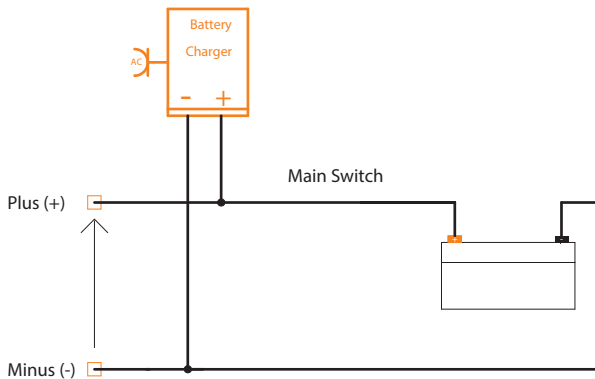

Abbildung 5. Anschluss eines Ladegerätes an die Batterie.
5. Schließen Sie das Ladegerät an die Li-Ionen-Batterie an (Abbildung 5).